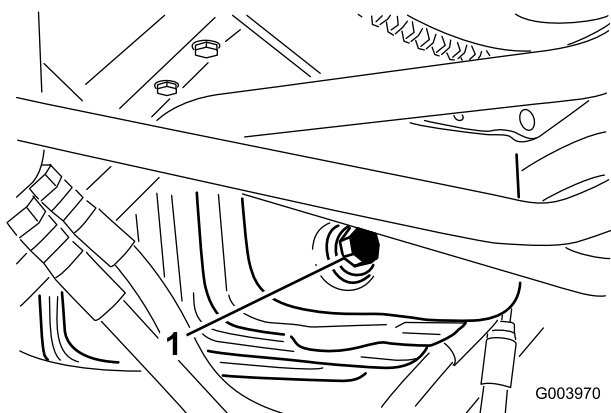

Figure 54
- Retirez le bouchon de vidange (Figure 54) et laissez couler l'huile dans un bac de vidange.